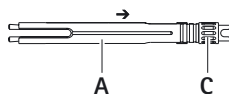

Fig. 2
- Ruotare la bussola esterna **A** il più possibile in direzione della vite di arresto **C**, vedere Fig. 2.